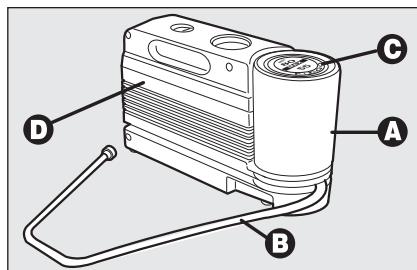

fig. 14
Le kit **fig. 14**, est placé dans le coffre à bagages. Dans le boîtier du kit de réparation, se trouvent aussi le tournevis et le crochet d'attelage.
- une bombe **A-fig. 14** contenant le liquide scellant, dotée de: